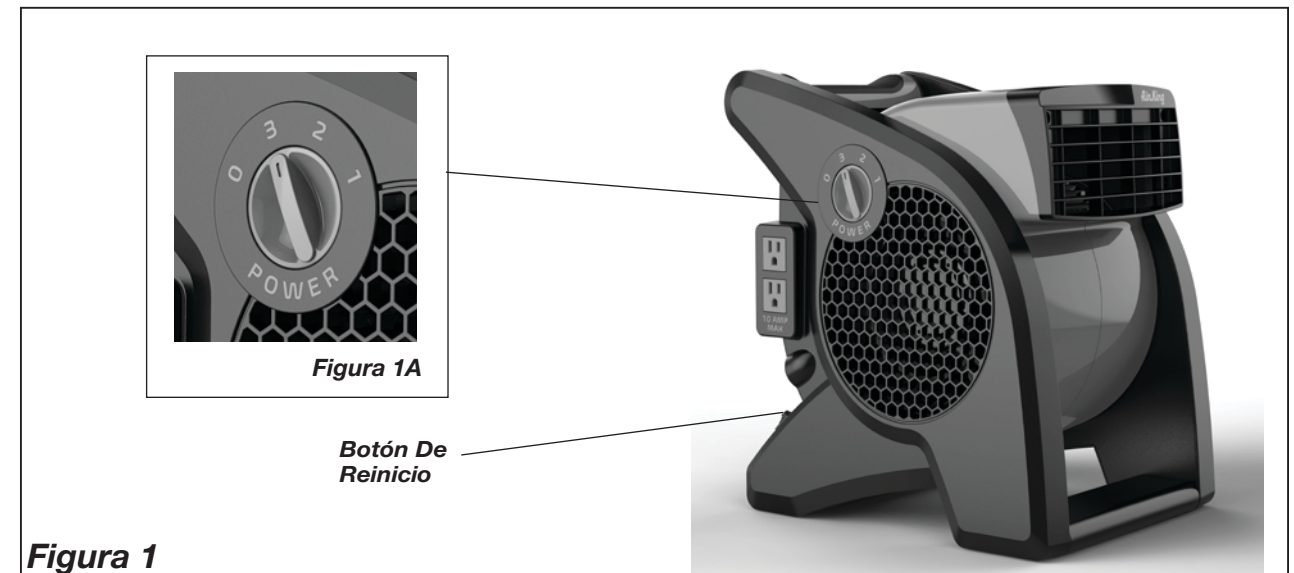

Figura 1
- Para ajustar el ángulo vertical, mueva el cuerpo del Ventilador hacia delante o hacia atrás hasta la posición deseada. (Figura 1)
- Para APAGAR el ventilador, gire la **Perilla de Encendido** a la posición APAGADO (0) y desconecte la unidad del tomacorrientes eléctrico.